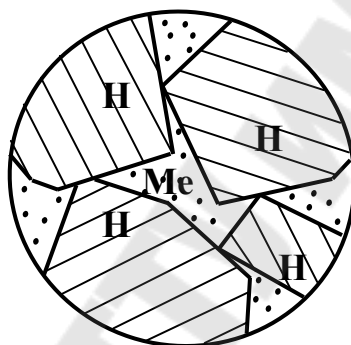

Рис. 10.2. Структура твердого сплава: Н – зерна наполнителя; Ме – металлическая связка
*Твердый сплав* – материал, состоящий из тугоплавкого наполнителя и металлической связи (рис. 10.2).